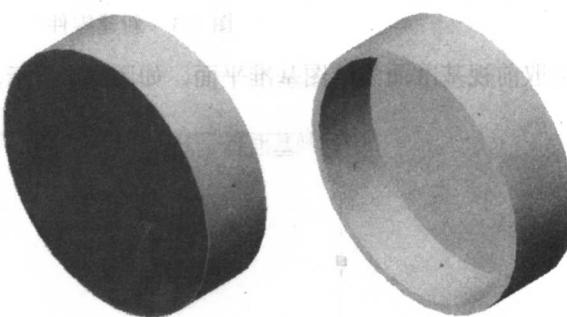

图 2-7 抽壳
STEP5 点击(抽壳), 厚度值设为 1mm, 如图选取一圆面为开放面, 完成抽壳设置, 如图 2-7 所示。